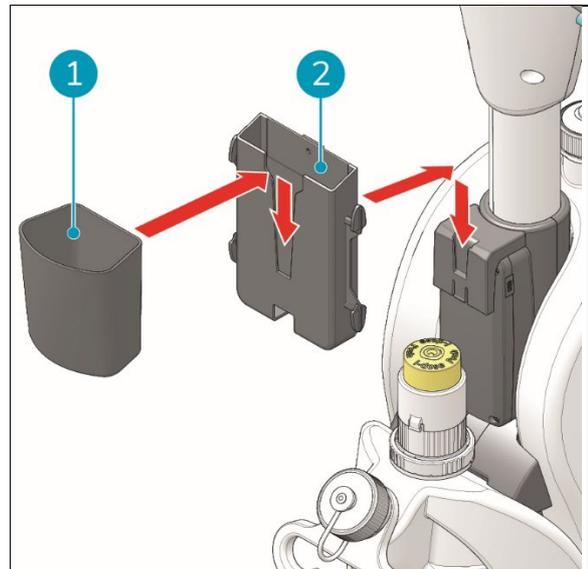

Abbildung 14
1. Schieben Sie die Rückseite der Handyhalterung (Abbildung 14, Pos. 2) in den Schlitz der Halterung. Schieben Sie die Rückseite des Papierkorbs (Abbildung 14, Pos. 1) in die Aussparung der Handyhalterung.